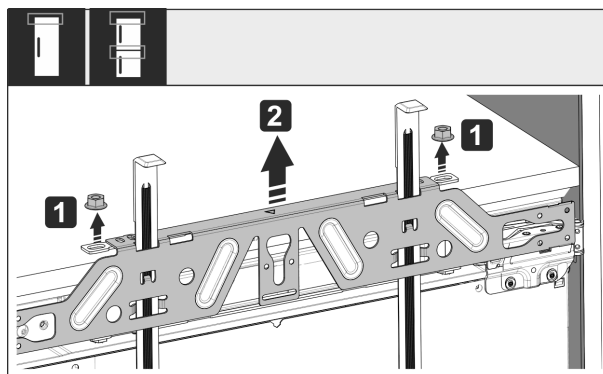

Fig. 58
- ▶ Svitare i controdadi Fig. 58 (1).
- ▶ Togliere la traversa di fissaggio Fig. 58 (2).